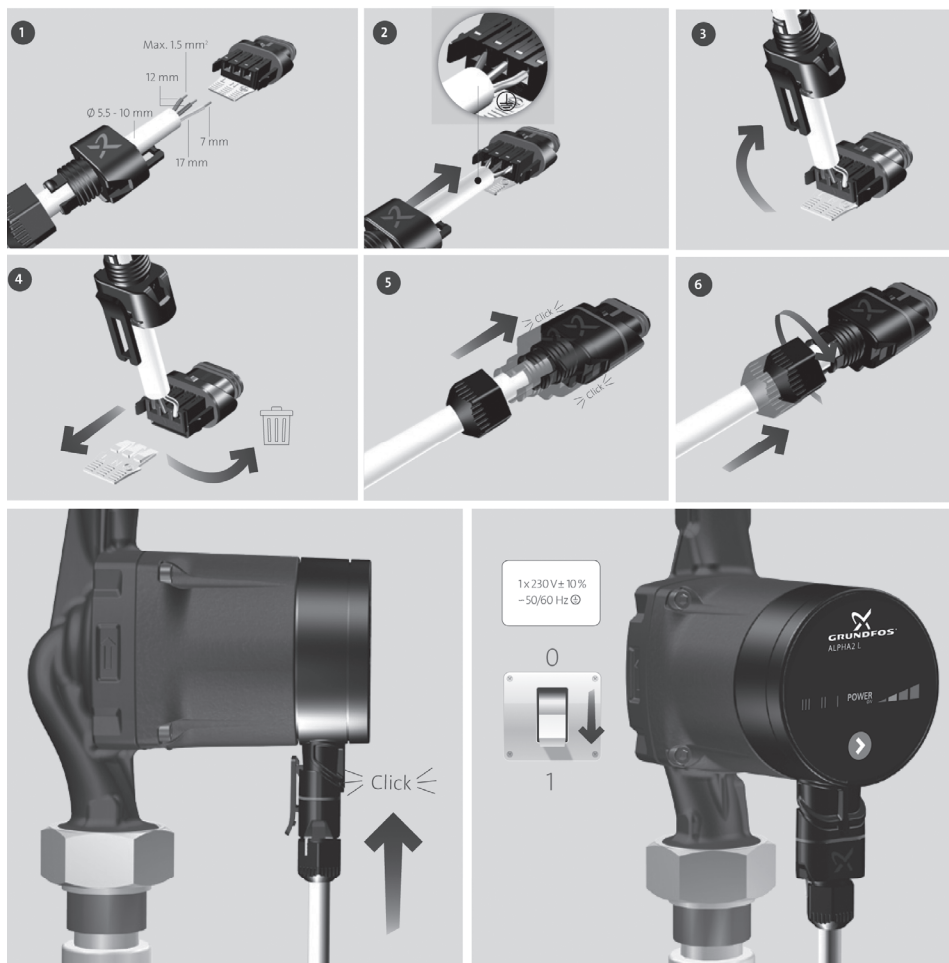

Рис. 7 Подключение электрооборудования
- Подключите насос к сети электропитания с помощью электроразъёма, поставляемого с насосом, как показано на рис. 7.
Чтобы ввести насосы типа ALPHA2 L в эксплуатацию, необходимо перевести сетевой выключатель в положение «Включено». При этом световой индикатор на панели управления будет показывать, что питание включено (см. рис. 7). Перед началом эксплуатации из насоса и из системы (при необходимости) должен быть удален воздух.